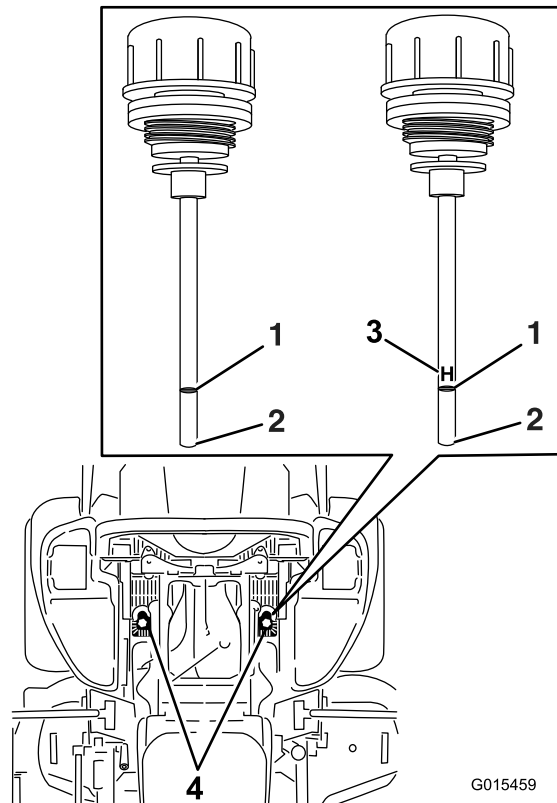

Figura 89
6. Limpe a zona em torno da vareta dos reservatórios do sistema hidráulico (Figura 89).
7. Retire uma vareta do reservatório hidráulico (Figura 89).
9. Retire a vareta do óleo e verifique a extremidade (Figura 89).